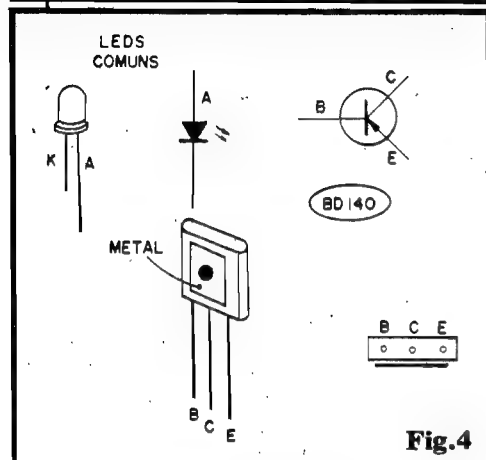

Fig. 4
- **FIG. 4 - COMPONENTES** - Para que o Hobbysta iniciante não se "atrapalhe", a figura detalha aparência, símbolo e pinagem do transistor BD140 e dos LEDs comuns (do qual são usadas 30 unidades, na montagem básica do PILEP...). Outras importantes informações "visuais" sobre os componentes (inclusive sobre os resistores e a leitura dos seus valores pelos respectivos código de cores...) o Leitor encontrará no encarte permanente de APE, seção TABELÃO, sempre nas primeiras páginas da Revista...